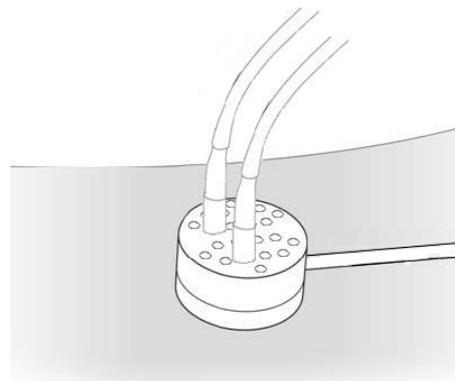

Abbildung 31: Flächenbestrahlung mit der Laserdusche
- Behandeln Sie die betroffene Körperregion des Patienten (Abb. 31).